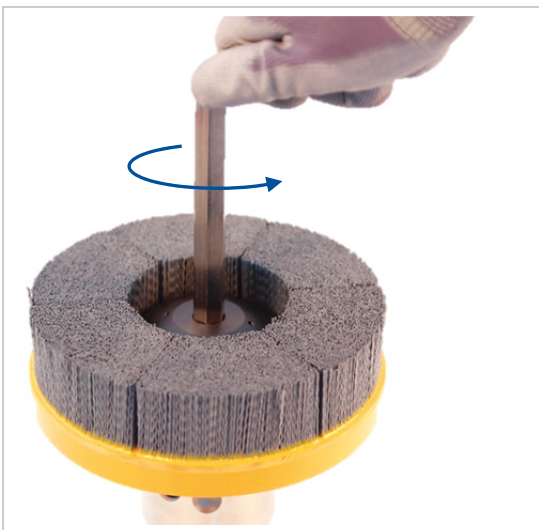

Abbildung 7: Anzugsschraube lösen und entnehmen
2. Lösen und entnehmen Sie die Anzugsschraube, indem Sie die Anzugsschraube gegen den Uhrzeigersinn mit Hilfe eines passenden Innensechskantschlüssels drehen (siehe „Abbildung 7: Anzugsschraube lösen und entnehmen“).